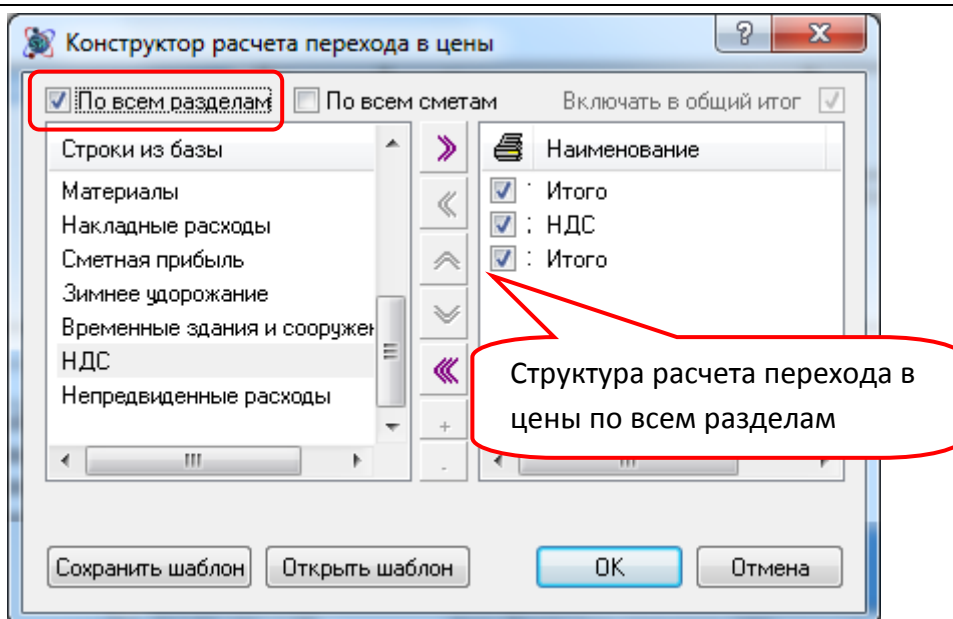

Рис. 3.20 Диалоговое окно Конструктор расчета перехода в цены
5. В открывшемся диалоговом окне *Конструктора расчета перехода в цены* (рис. 3.20) необходимо установить флаг По всем разделам и сформировать структуру расчета.